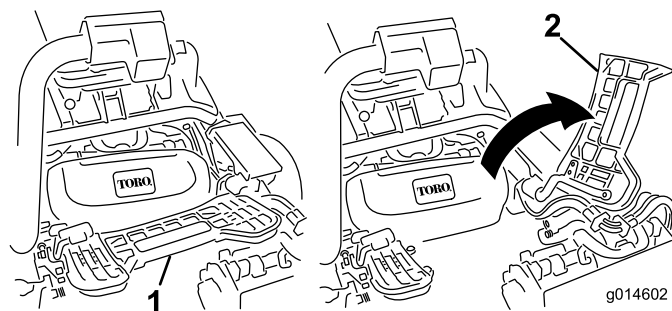

图31
1. 提起搁脚板并翻开，以便接触到中间滚刀组位置（图31）。